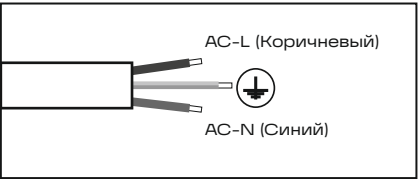

Рис. 5
- 5.11.3 Выполните электрическое подключение осветительного прибора согласно рис. 5.
- 5.12.4 Выполните электрическое подключение осветительного прибора согласно рис. 5.